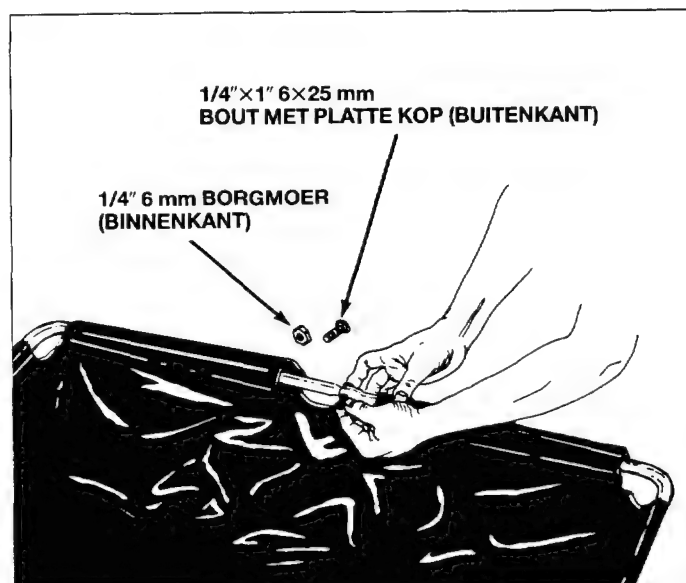

Fig. 15
4. Schroef de beide bovenste framestangen vast met slotbout 6x25 mm (1/4x1") en borgmoer. Zie fig. 15.